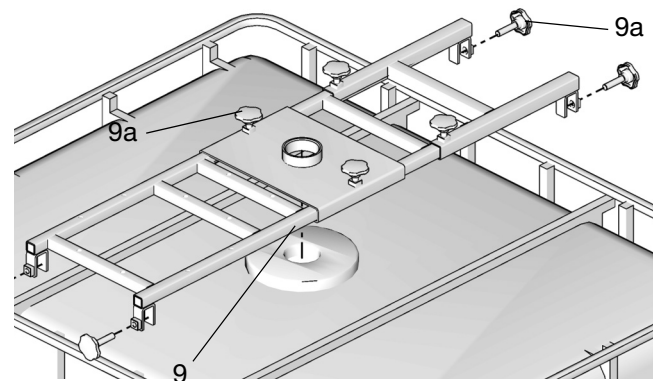

ABB. 8
1. Den oberen IBC-Winkel (9) im IBC-Behälter einbauen (ABB. 8).
2. Den oberen Winkel (9) in die Mitte des IBC-Behälters schieben, bis das Loch in der Mitte der Winkels über dem Loch auf der Oberseite des Behälters liegt. Den Winkel (9) durch Anziehen der 6 Drehknöpfe (9a) sicher fixieren (ABB. 8 und 9).